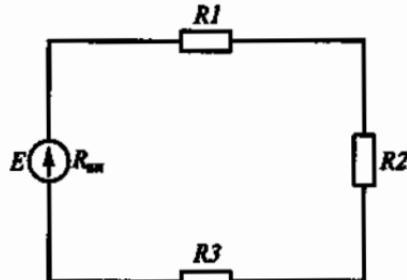

Рис. 13
1.27. Какое соединение резисторов $R1 \dots R3$ представлено на рис. 13?